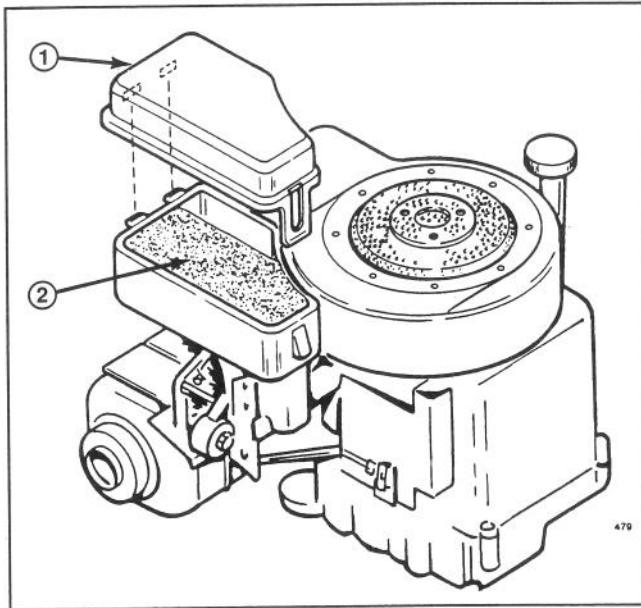

Abbildung 9
2. Aufschnappen und die Abdeckung des Luftfilters vom Vergaser abziehen (Abb. 9).
3. Das Schaumelement (Abb. 9) entfernen. Das Element auf Schmutz oder Verfärbung untersuchen und bei Bedarf reinigen.